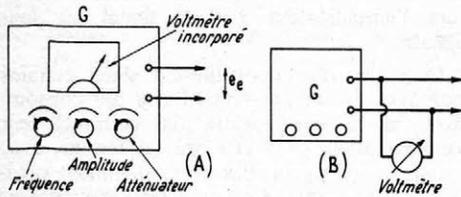

FIG. 6
Généralement, le générateur possède un voltmètre incorporé qui indique la valeur de e_E comme le montre la figure 6 (A). Le voltmètre incorporé possède une échelle graduée en volts, par exemple de 0 à 1 V. La lecture de la tension de sortie doit tenir compte de la position de l'atténuateur. Ainsi, si cette position correspond à une division par 100, si le voltmètre indique 0,5 V = 500 mV, la valeur de la tension de sortie est $500/100 = 5$ mV ou 0,005 V.
Dans le cas d'un voltmètre extérieur, figure 6 (B), celui-ci indique évidemment la valeur réelle de la tension d'entrée e_E .